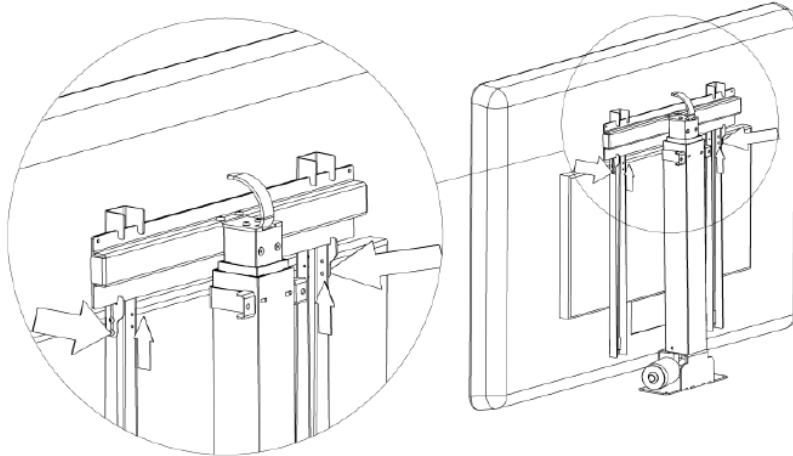

fig. 8
71. Hang de tv met de bevestigde verticale balken aan de horizontale balk van de lift (fig. 8).
72. Verplaats de vergrendeling van de verticale balken volgens de pijl (fig. 8) en draai ze vervolgens vast met de meegeleverde inbussleutel.